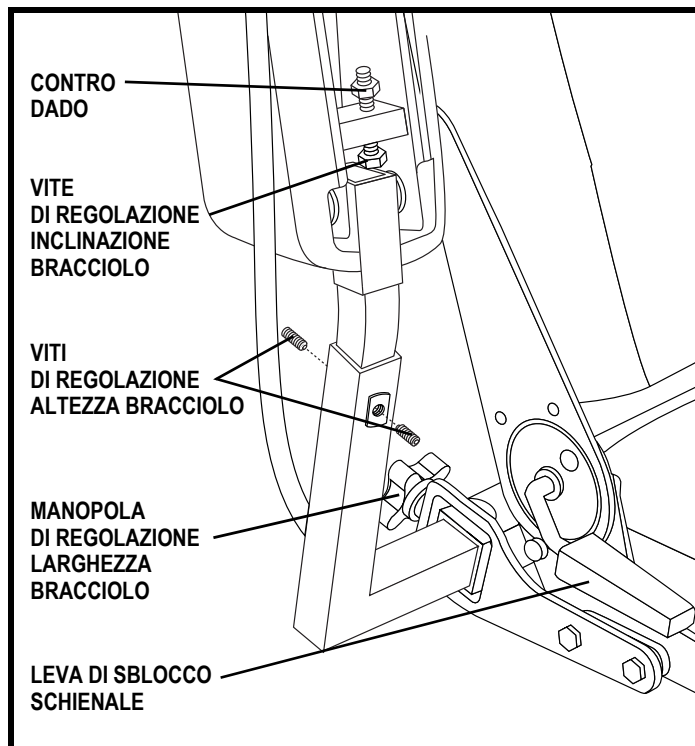

Figura 10. Regolazione dei braccioli e dello schienale
Prima dell'uso iniziale o dopo il trasporto della carrozzina, può essere necessario installare il sedile. La maggior parte dei sedili è unita alla base elettronica mediante il sistema di montaggio universale (UMS). L'UMS consiste di parti universali che possono essere agganciate a qualsiasi sedile a schienale medio o alto, a prescindere dalla larghezza o dalla profondità del sedile. I due componenti principali sono estrusioni di alluminio montate sulla base del sedile. Queste estrusioni sono unite ad una coppia di staffe montate sulla base elettronica. **Vedere figura 10.**
4. Collegare il connettore di alimentazione alla base elettrica. **Vedere figura 10.**
Se la carrozzina dispone di un sedile con reclino manuale, è possibile regolare l'angolazione dello schienale con l'apposita manopola. **Vedere figura 10.**
1. Individuare la manopola di regolazione su ogni lato della staffa del bracciolo. **Vedere figura 10.**
1. Sollevare il bracciolo verso l'alto in modo che sia perpendicolare al pavimento. **Vedere figura 10.**
1. Allentare le viti di regolazione del bracciolo. **Vedere figura 10.**